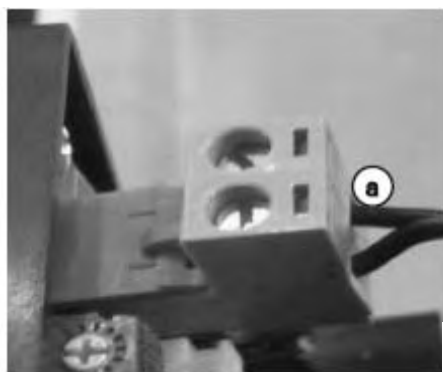

Рис.1
- Приемник крепится к нижней части водонагревателя на двух болтах (М4*8). Провода передачи данных (2 шт. на основной плате) подсоединяются разъемами согласно рис. 1 (ниже).